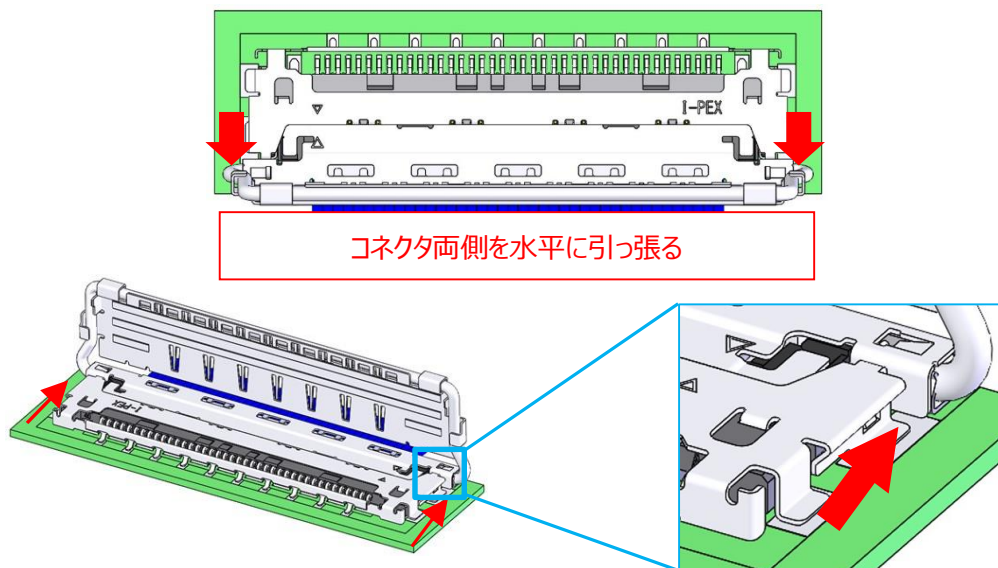

図 16
- ② 図 16 の様に、プラグコネクタの両側を水平に引っ張り、抜去を行う。